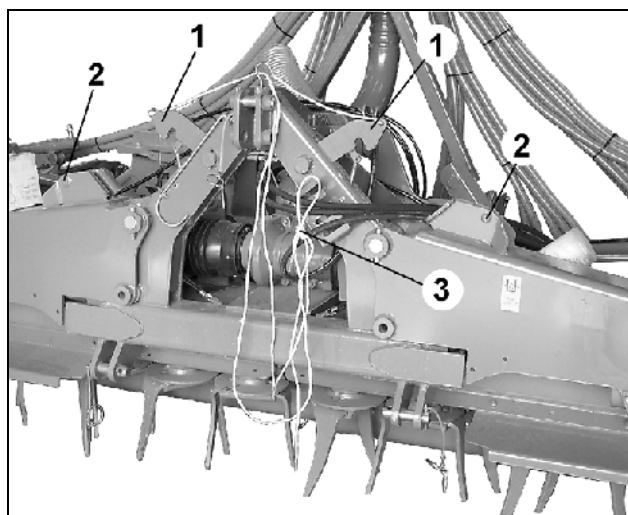

Fig. 110
- Fold ut maskinen, etter at låsemekanismen er blitt løsnet via vaieren fra traktorhytten (Fig. 110/3).